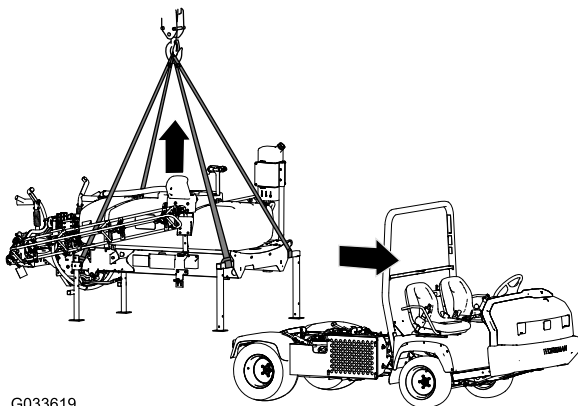

Figura 138
1. Baje los brazos a un ángulo de 45° aproximadamente y gírelos hacia delante (Figura 138).
5. Conecte el equipo de izado a los tubos horizontales de las patas de apoyo delanteras y al poste vertical de las patas de apoyo traseras (Figura 138).
7. Eleve el patín del depósito de la máquina lo suficiente para extraer el patín de la máquina (Figura 138).